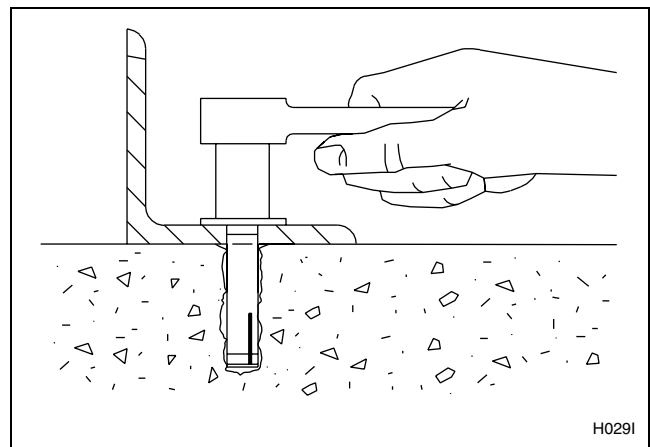

Figura 4
8. Fije la máquina al piso, utilizando los pernos que se adjuntan con los anclajes. Apriete las tuercas de fijación en incrementos parejos, una tras otra, hasta que todas queden parejas y la máquina quede bien fija al piso. Consulte la *Figura 4*.